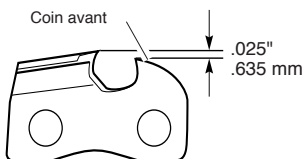

Figure 23 - Arrondir le coin avant du limiteur de profondeur
3. Retirer l'outil. Avec la lime plate, arrondir le coin avant du limiteur de profondeur. (Voir la Figure 23.)